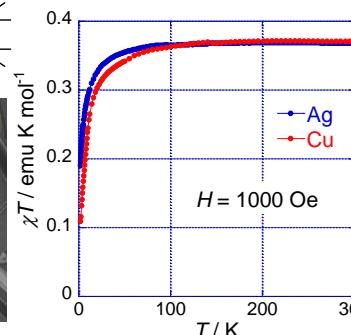

図1 磁性有機化合物の銅アセチリドによるナノワイヤーと磁化率
- エチニル基を導入した有機磁性分子の銅(I)錯体を合成し、再結晶化することで、磁性を有するナノワイヤー（図1）を作製しました。ナノワイヤー状でも磁性を維持していることが明らかになりました。また、銀(I)錯体の場合は、ナノ粒子も一部副生しました。